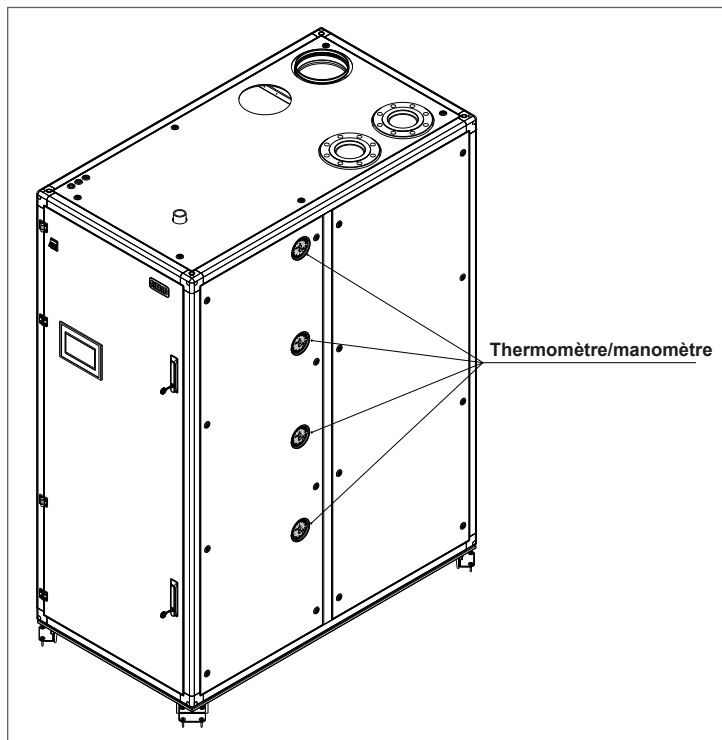

Fig. 52 Emplacement du thermomètre/manomètre
- Ouvrez la vanne de remplissage et procédez au remplissage du système de chauffage et de la chaudière jusqu'à ce que le manomètre (illustrée dans la Fig. 52) affiche la pression qui correspond à la taille du système de chauffage. La pression d'eau du système de chauffage doit être supérieure à 7,5 psi.
Ouvrez le robinet de remplissage et vérifiez la pression sur le thermomètre/manomètre illustré dans la Fig. 52.